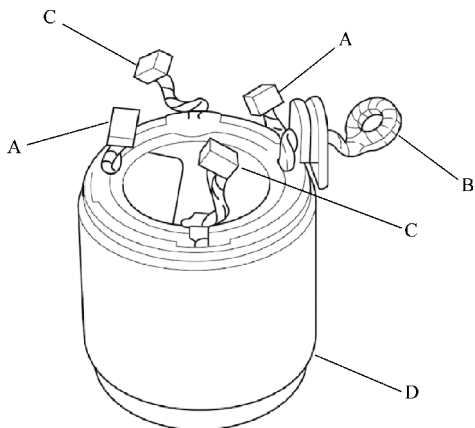

图 24-17 检查定子线圈
12) 如图 24-17 所示, 检查 (+) 电刷 A 和电动机线束 B 之间、(-) 电刷 C 和电枢壳体 D 之间是否导通。如果不导通, 则更换电枢壳体。